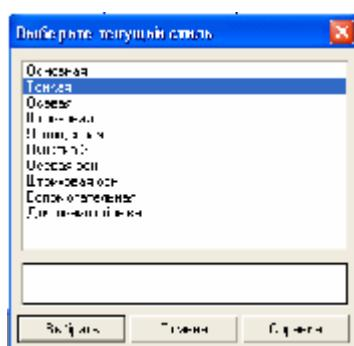

Рисунок 34
6. Выделить вторую прямую, щелкнуть 2 раза ЛКМ по прямой и на стеле параметров объекта (рис.5) выбрать другой тип линии (тонкая) (рис. 34).
7. Установите привязки точек по СЕТКЕ и нажмите на ОК (рис.34).